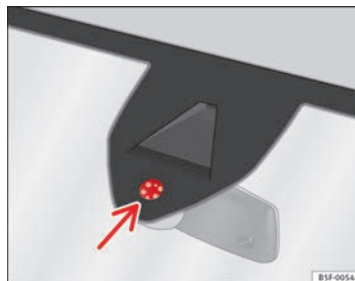

Fig. 69 Surface sensible du détecteur de pluie.
Les causes possibles d'anomalies et d'interprétations erronées dans la zone de la surface sensible ⇒ fig. 69 du détecteur de pluie peuvent être :
- Nettoyez régulièrement la surface sensible du détecteur de pluie et recherchez d'éventuels dommages sur les balais ⇒ fig. 69 (flèche).